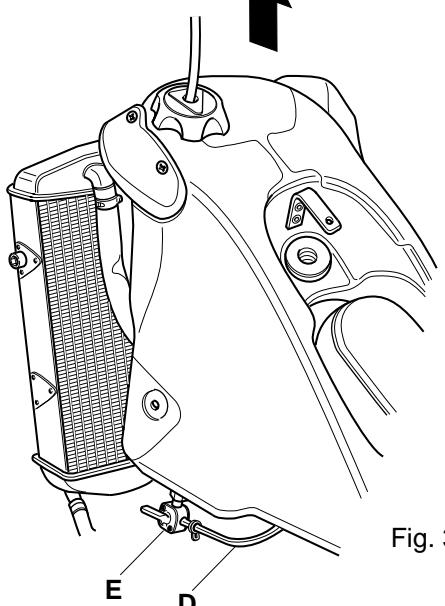

Fig. 38
3. Sollevare il serbatoio dopo aver staccato i tubi della benzina "D" (Fig. 38)
Ricordarsi di chiudere i rubinetti "E" (Fig. 38) prima di staccare i tubi benzina.
- Riseing tank after to have broken off tubes of petrol "D" (Fig. 38).
Remembering to close taps "E" (Fig. 38) before of break offing petrol tubes.
- Nach Abtrennen der Benztleitungen "D" (Abb.38) den Behälter heben.
Vor Abtrennen der Benztleitungen Hähne "E" (Abb.38) schliessen.
- Soulevez le réservoir après avoir détachés les tuyaux de l'essence "D" (Fig. 38).
Se rappeler de fermer les robinets "E" (Fig. 38) avant d'enlever les tuyaux de l'essence.